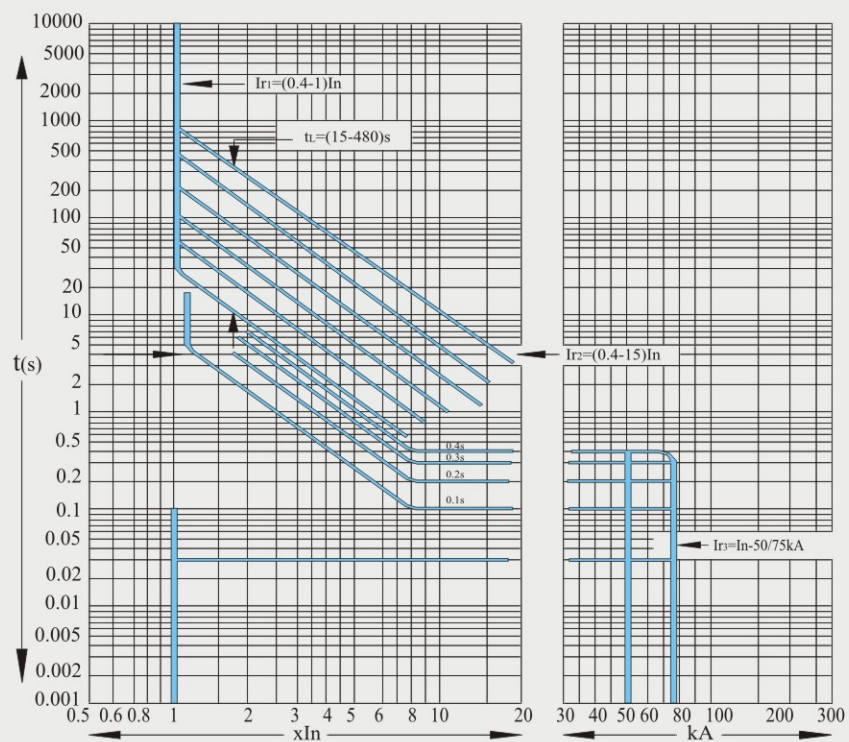
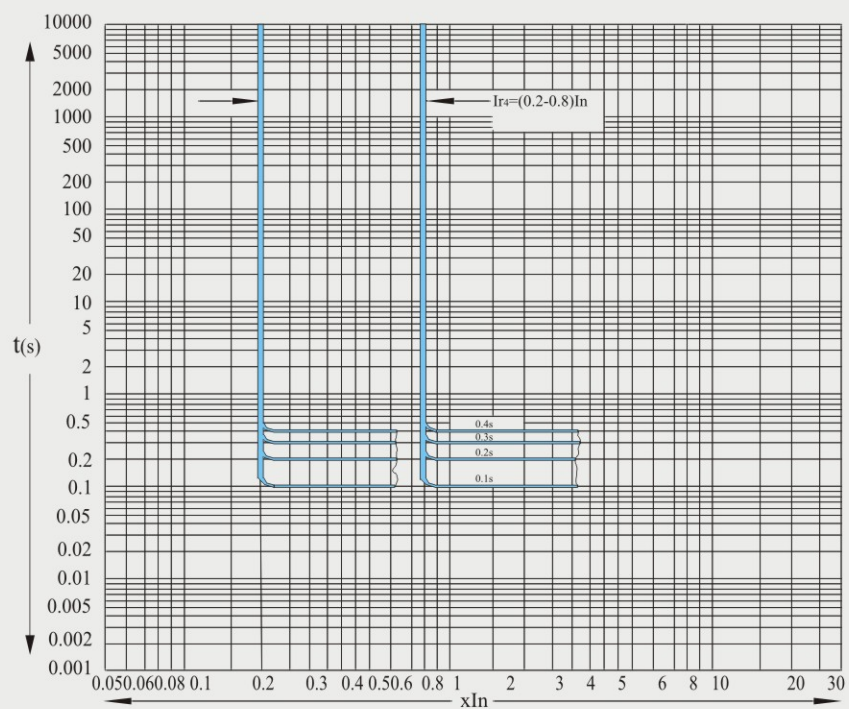

图1 过电流脱扣保护特性
图2 接地故障保护特性
4.4.1.4过电流脱扣保护特性见图1，接地故障保护特性见图2